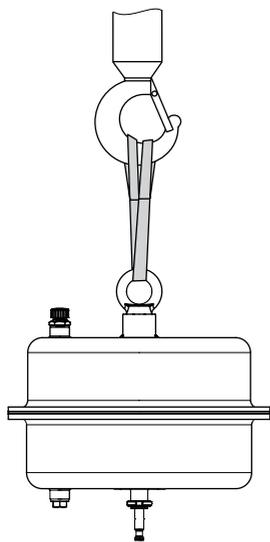

Fig. 3: Ponto de elevação no atuador
1. Colocar uma linga no olhal de elevação, no perno de olhal ou no gancho de elevação giratório do atuador e no equipamento de fixação (por exemplo, gancho) da grua ou empilhador (ver Fig. 3).
Recomendamos a utilização de um gancho com trinco de segurança (ver Fig. 3). O trinco de segurança impede que as lingas deslizem durante o levantamento e o transporte.